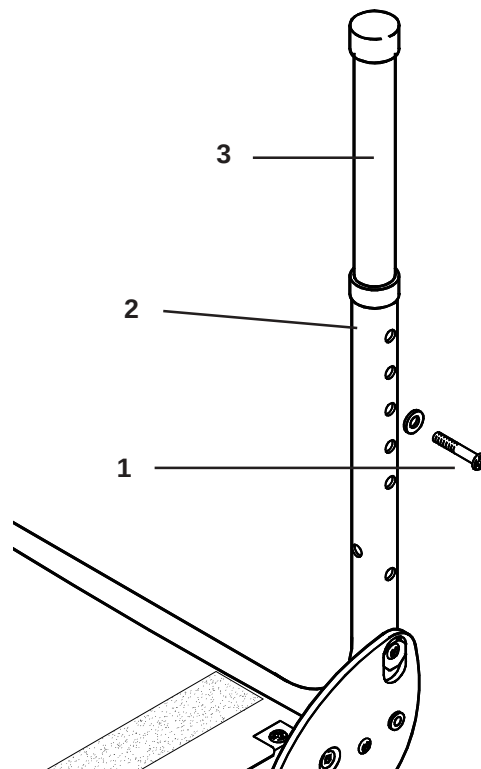

Fig. 29
Verwijder de bekleding, verwijder de bevestigingsschroeven en borgringen (Fig. 29), met behulp van een 5 mm inbussleutel (1) aan beide zijden van de rugbuis (2). Plaats de binnenste buizen (3) in de gewenste positie, zorg ervoor dat de gaten in beide buizen op één lijn zijn en plaats de bevestigingsschroeven en borgringen terug. Draai ze vast op een aanhaalmoment van 7-12 Nm.